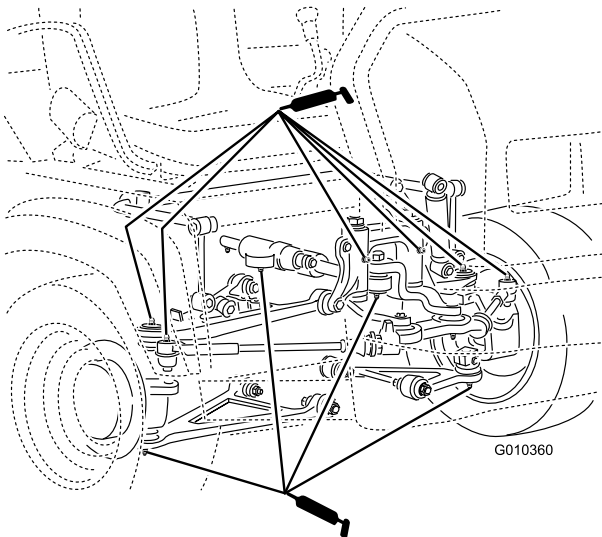

Figura 38
- Giunti a sfera (4), tiranti (2), punti di montaggio di perni (2) e cilindro di sterzata (2) (Figura 38)